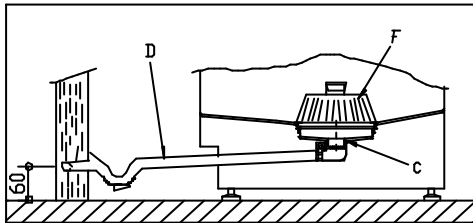

Fig. 5
- Fijar la manguera de desagüe como indica la Fig.5.